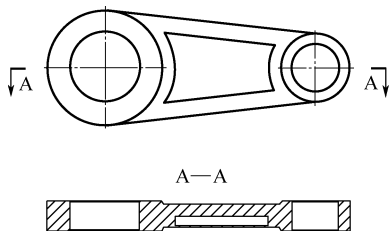

图 8-61 生成剖面视图
- [6] 单击以放置剖面视图，生成剖面视图，如图 8-61 所示。